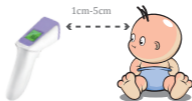

Figura 2: Medir la posición y la distancia
- El termómetro se alinea con el centro de la frente para medir la temperatura corporal (entre las cejas arriba) y mantener la distancia vertical, presionar el botón ON/scan, la temperatura se muestra inmediatamente, véase la figura 2.